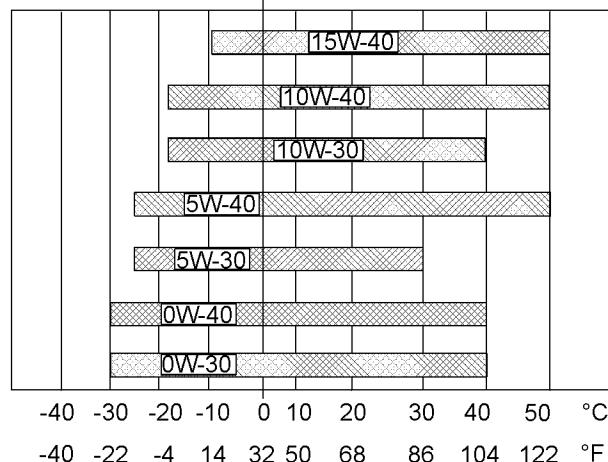

图 25
请参阅图 25 (最低温度) 以确定发动机冷起动时所需要的机油粘度。
请参阅图 25 (最高温度) 以选择发动机在预期的最高环境温度下运行时所需要的机油粘度。
- 参见相应的“润滑剂粘度”。为找到适合您的发动机的机油粘度等级，请参阅图 25。